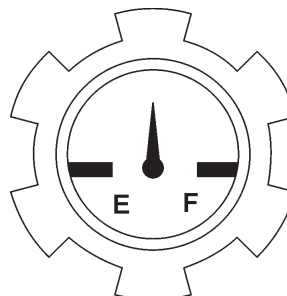

Figura 9. Tapón medidor de combustible
5. Revise el medidor de combustible que esta en el tapón del tanque, (Figura 9) para determinar si el combustible esta bajo. Reabastezca según se necesite.